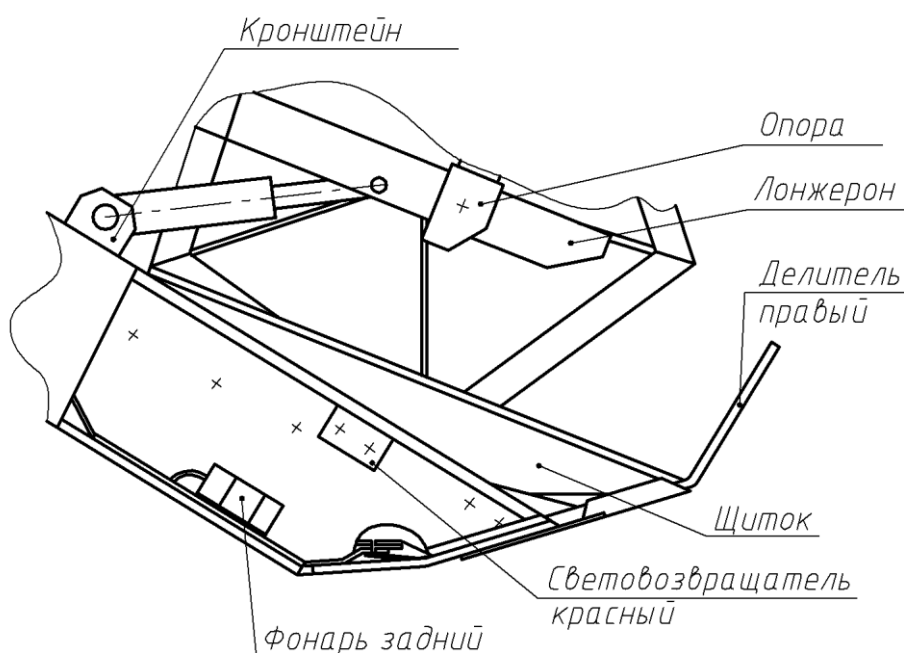

Рисунок 10. Установка правого делителя
6.3.8 Установите правый делитель со щитком (рисунок 10).